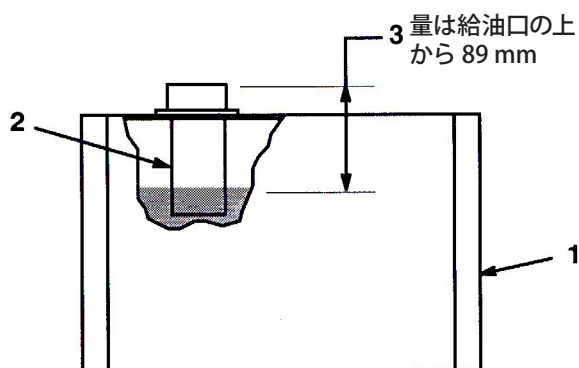

図 15
2. オイル・タンク上部にあるキャップを取って油量を点検する。補給口の根元から 90 mm 程度下の位置に油面があれば適正とする (図15)。